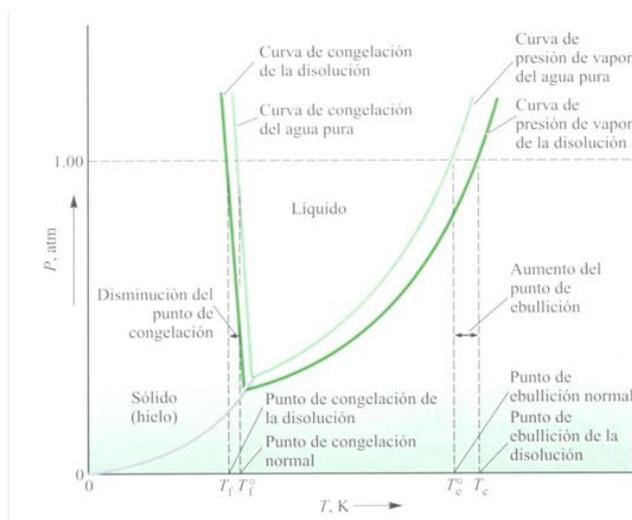

Figura 23. Diagrama de fases del agua pura (azul) y diagrama de fases del agua al añadirle un soluto (verde)
7.1. En la figura 23 se muestra el diagrama de fases del agua pura y los cambios que se producen en las curvas sólido-líquido y líquido-vapor al añadir un soluto al agua: